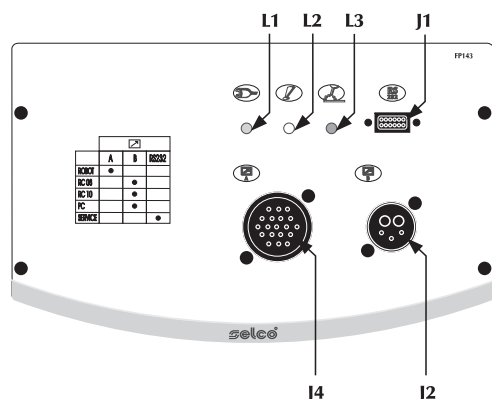

Fig.3
2.1.3 Bedieningspaneel voorkant FP143 (Fig. 3)